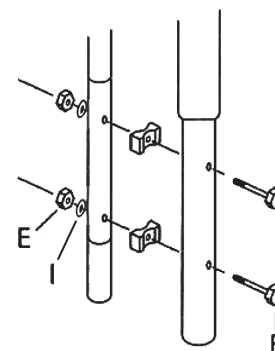

Abb. 1
Für diesen Schritt benötigen Sie eventuell Hilfe einer weiteren Person, um die Stangen zu halten, während Sie die Schrauben zuziehen. Um eine Netzstange an ein Bein des Trampolins zu montieren, benötigen Sie ein unteres Rohr (B), 2 Schrauben (F), 2 Adapter (K), 2 Unterlegscheiben (I) und 2 Muttern (E). Halten Sie das Rohr (B) so, dass die beiden Löcher unten sind. Folgen Sie Abb. 1 und schieben Sie eine Netzstange durch das obere Loch des Rohres, dann durch den Adapter und schließlich in das obere Loch des Beines des Trampolins. Setzen Sie dann die Unterlegscheibe ein und ziehen die Mutter leicht an. Wiederholen Sie das für das untere Loch. Ziehen Sie beide Muttern mit mindestens 10 Nm fest an. Wiederholen Sie Schritt 2 für alle Rohre des Netzes.